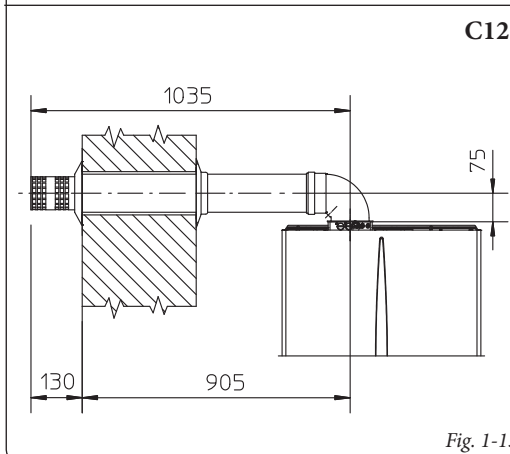

Fig. 1-13
- Applicazione con uscita laterale (Fig. 1-13); Utilizzando il solo kit orizzontale aspirazione-scarico, senza le apposite prolunghe, la distanza massima fra l'asse verticale di scarico e la parete esterna è di 905 mm.